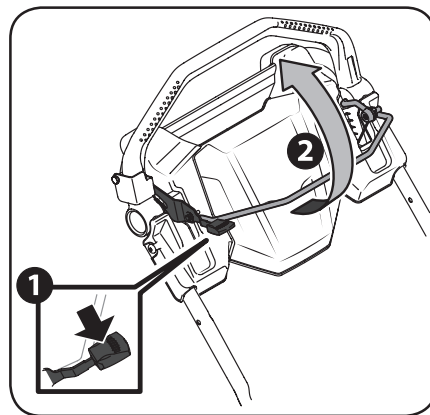

Figure 3-4
1. Lorsque le moteur est en marche, poussez le levier de verrouillage vers la bas. Voir Figure 3-4.
2. Placez-vous derrière l'appareil et serrez la commande des lames contre la commande d'entraînement. Voir Figure 3-4.